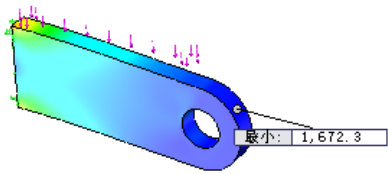

图 12.3.25 显示最小注解
- ☑ ☒ **显示最小注解** 复选框: 在模型中显示最小注解 (图 12.3.25)。